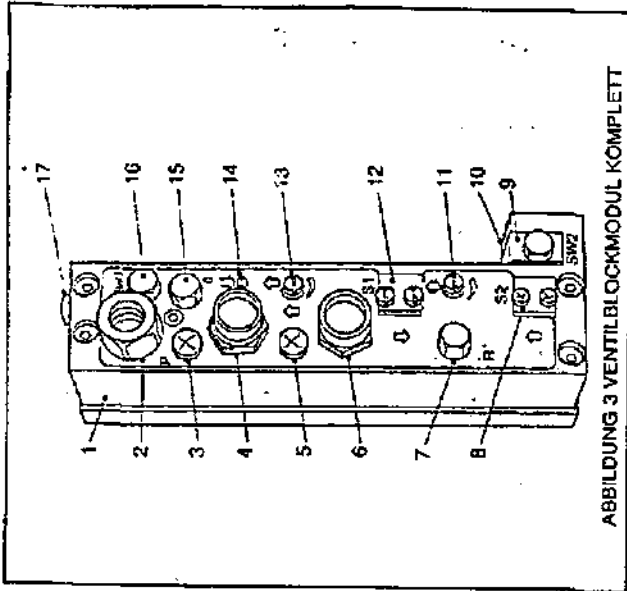

ABBILDUNG 3 VENTILBLOCKMODUL KOMPLETT
**STEUERVENTIL (ABBILDUNG 3)**